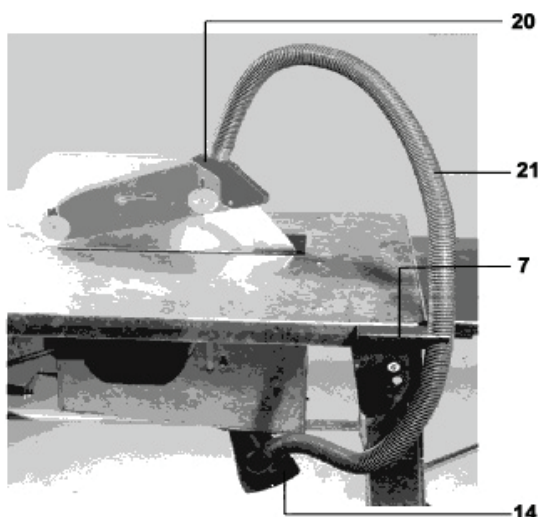

Fig. 16
- Uniți orificiile de aspirare de pe componentele 20 și 14 cu un furtun (componentul 21) pe care îl veți fixa cu o clemă de componentul 7 (v. fig. 16).